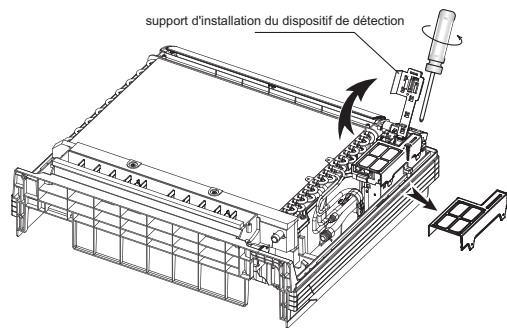

Fig. 26 — Retrait du support du dispositif de détection
- 1. Retirez le support du dispositif de détection (consultez la figure 26).